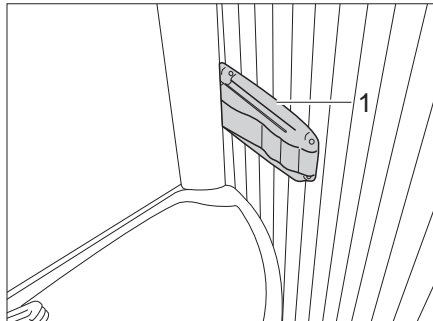

Bild 255 Vario-Toilette, Arretierung der Duschwand
- Arretierung (Bild 255,1) rechts am Waschbeckenrand eindrücken und am Waschbecken leicht ziehen. Das Waschbecken bewegt sich mit der Rückwand nach vorn.